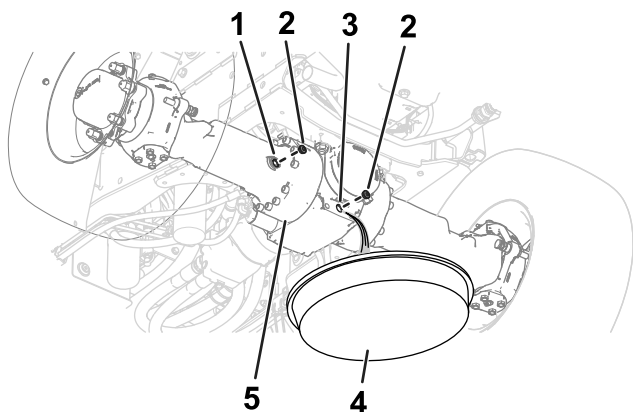
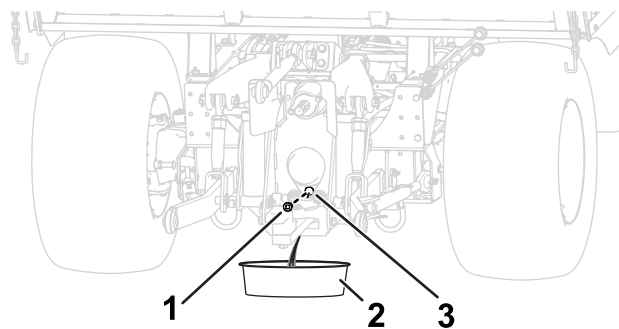

Figura 97
Figura 98
1. Coloque un recipiente de vaciado debajo del alojamiento del diferencial del eje (Figura 97 y Figura 98).
2. Retire los tapones de la mirilla y del orificio de vaciado los alojamientos de los diferenciales de los ejes (Figura 97 y Figura 98).